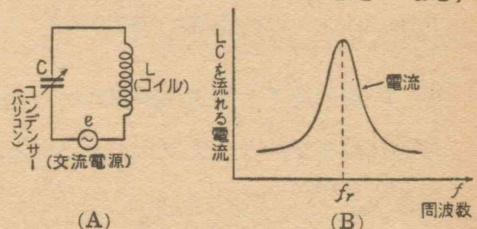

図 37 共振のわけ
いま図 37(A) のように、コイル L とコンデンサー C とをつなぎ、これに交流電源 e(周波数の高いもの)をつなぎ、その周波数をいろいろ変えたとき、L と C とを流れる電流を調べてみよう。コイル
は周波数の高いほど電流は流れにくいし、コンデンサーは反対に周波数が高いほど電流が流れやすい。それゆえ、交流電源 e の周波数を低いところから順次高いところへ変えていくと、ある周波数の電流が最も流れやすくなる。この状態を曲線で示すと図 37 (B) のとおりで
ある。図は横軸に周波数 f が示してあり、縦軸は LC を通る電流の大きさが示してある。図からわかるように、周波数 f_r の電流が最も多く流れる。コイルとコンデンサーの値がきまれば、 f_r はきまる。それで、L を変えても C を変えても f_r の値は変えられるが、普通コンデンサーの値を変化させる方がやりやすいから、それが変化できるようになっている。この L と C とできる f_r を共振周波数といい、図 37(B) のような曲線を共振曲線と言う。
図 48(B) のように、コイルとコンデンサーとをつないで、コンデンサーに電荷を与え、コイルを通じて放電させると、回路の抵抗が小さいと水の振動のように振動電流を生ずる。この場合、コンデンサーの電荷は水位に、コイルは慣性に、抵抗は摩擦にたとえて考えられる。図 48(B) のように振動電流を生ずるようなものは、振動回路と言われ、回路の抵抗が小さいことがたいせつであって、図 37 の共振回路とよく似ているが働きは違っている。